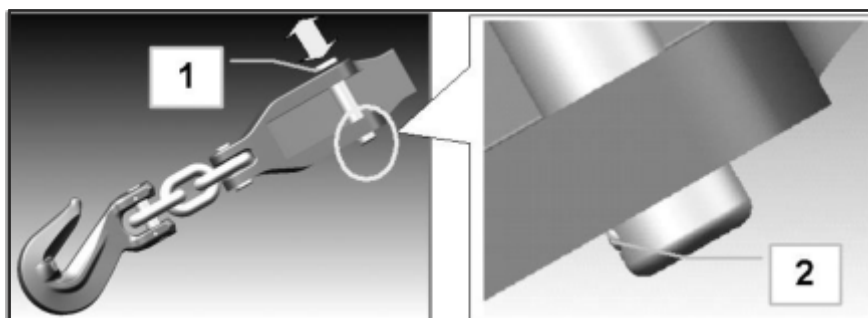

Fig. 2
- Insérer la goupille (voir réf. 1 sur la fig. 2 ci-dessous) et la pousser vers le bas jusqu'à ce que le mécanisme de verrouillage automatique s'enclenche (voir réf. 2 sur la fig. Ci-dessous).